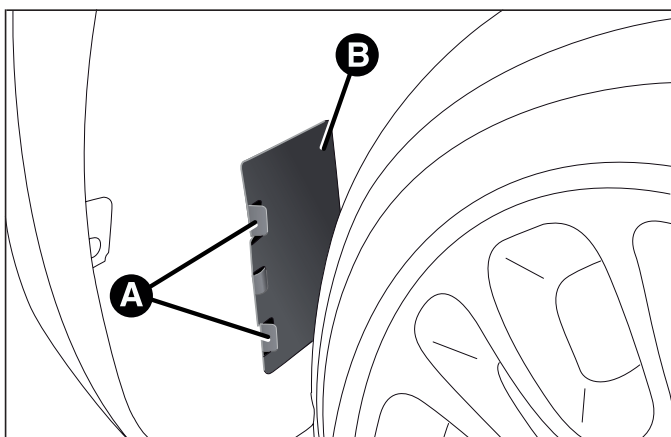

fig. I 33
- agire sulle linguette A e rimuovere lo sportello B fig. I 33;